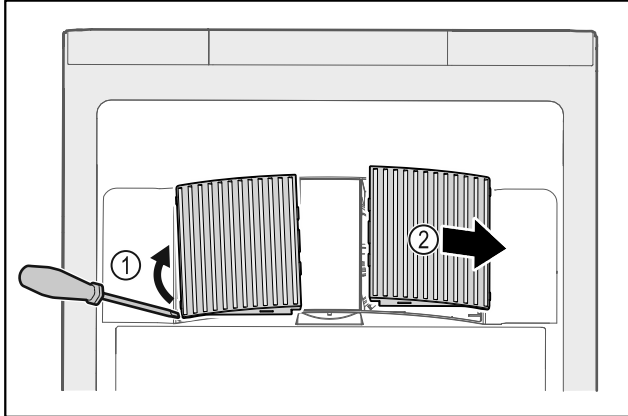

Fig. 164
- ▶ Opatrne vytiahnite kryty ventilátorov z bočnej strany Fig. 164 (1) a vyberte ich smerom dopredu Fig. 164 (2).